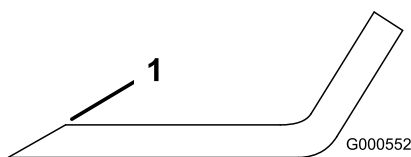

Figura 66
- Utilice una lima para afilar el filo de corte en ambos extremos de la cuchilla (Figura 66).
Nota: Si la cuchilla no está equilibrada, rebaje algo el metal en la parte de la vela solamente (Figura 66).